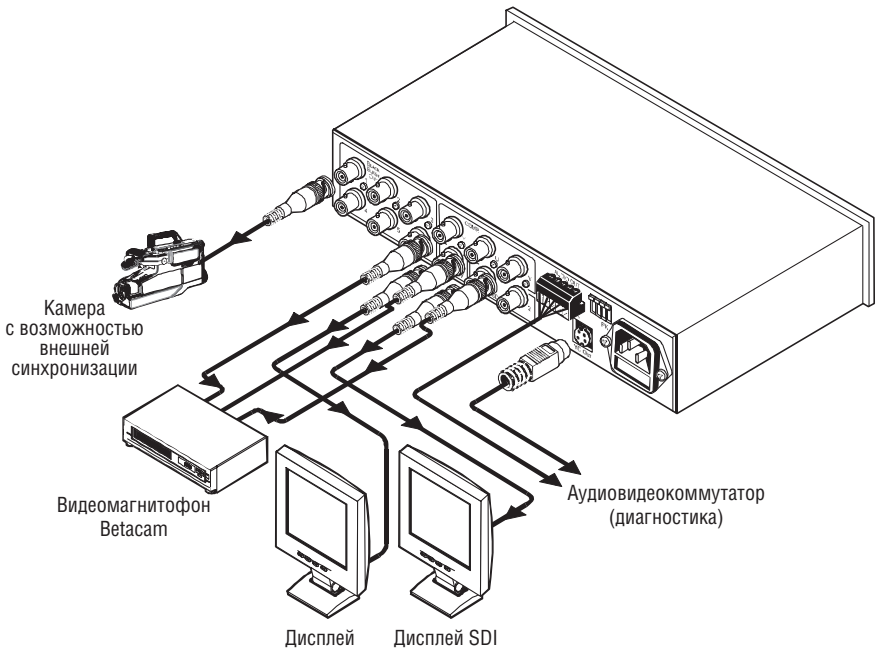

Рис. 3. Подключение генератора 811
Подключите генератор к одному или нескольким приемникам сигнала. Пример подключения показан на рис. 3.
7. Вставьте сетевой шнур (не показан на рис. 3).